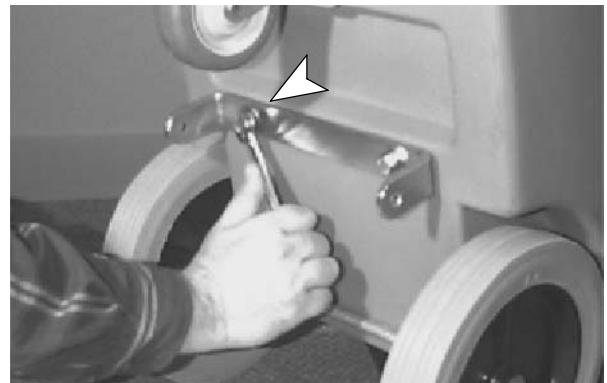

FIG. 1
4. Retirez les (2) boulons et les rondelles situés sur le fond de la machine.
5. Installez le support de montage du racloir (*fourni avec le kit*). Réinstallez les boulons et les rondelles (*Figure 1*).